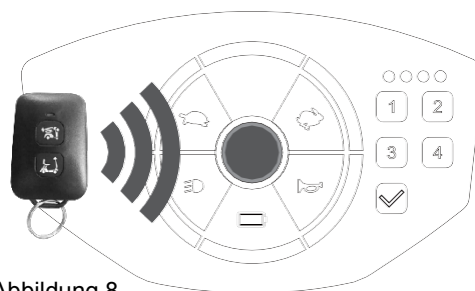

Abbildung 8
- Um den Scooter zu entsperren, halten Sie die Funkfernbedienung an das Bedienfeld (idealerweise direkt neben der Ein-/Ausschalt-Taste) (Abbildung 8).